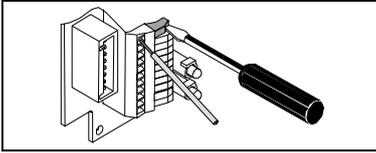

Bild 8/Fig. 8
- Verkabeln Sie die elektrischen Anschlüsse wie folgt (siehe Bild 8 u. 9):
- Wire the electrical connections as follows (see Fig. 8 and 9):
1. Sensoren an der Klemmleiste ⑤ verkabeln (auf Polung der Sensoren achten)